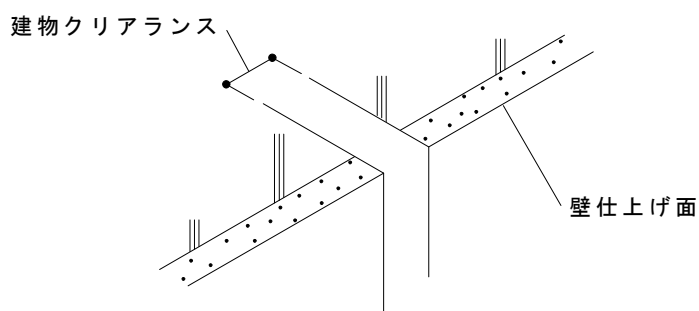

図 1
1. 建物のクリアランスは、変位量にあわせて仕上げてください。（図 1）それぞれの規定値よりも狭い場合には変形性能が確保できなくなる場合があります。